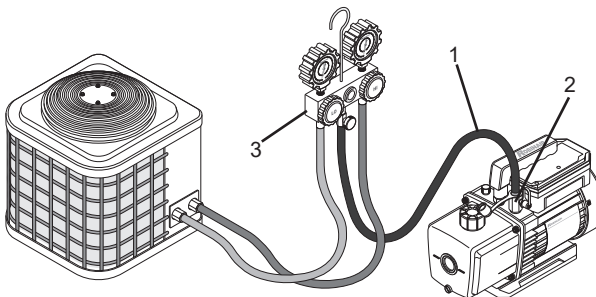

Figure 6
3. Brancher un flexible de service de réfrigération (1) à l'entrée de la pompe à vide (2) et au manomètre (3) (voir Figure 6).
4. Brancher les flexibles de service côté haut et côté bas à leurs orifices de service respectifs du système A/C-R (voir Figure 6).
1. Fermer la ou les vannes du collecteur entre la pompe et le système (voir Figure 6).
2. Retirer le flexible de l'entrée de la pompe (2) (voir Figure 6).
4. Remettre le bouchon sur l'orifice d'entrée pour empêcher l'infiltration de contamination ou de particules dans l'orifice (2) (voir Figure 6).